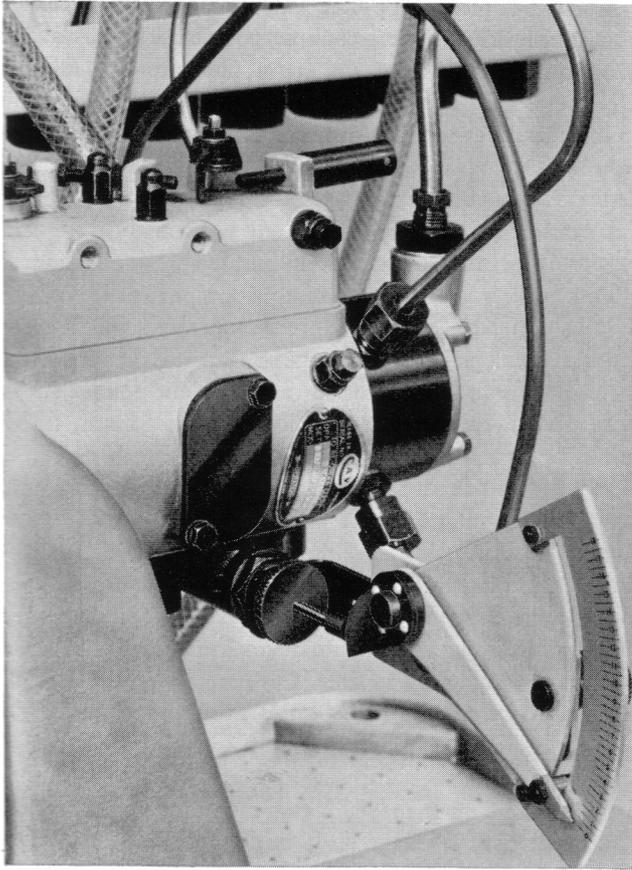

Fig. 51 Outil de vérification d'avance de came monté sur une pompe
- (c) Introduire l'extrémité du piston dans le trou du chapeau de ressort et visser le canon dans le trou de ce chapeau. Ceci aura pour effet de brider le support entre le chapeau de ressort et l'épaulement du canon fileté (Fig. 51).